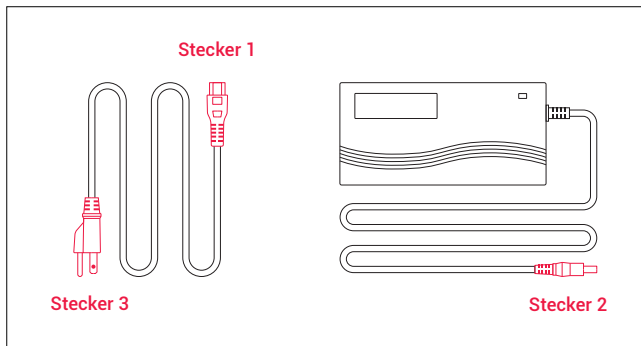

Abbildung 8
Schritt 2: Bauen Sie das Ladegerät wie in Abbildung 8 (Seite 30) gezeigt zusammen, indem Sie den Stecker (Stecker 1) in den Transformator stecken.